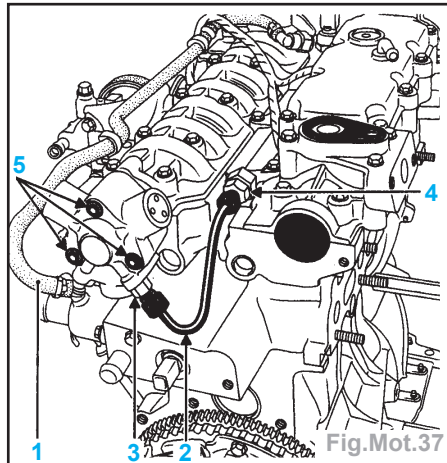

Fig.Mot.37
- Déconnecter le raccord (1) (Fig.Mot.37) basse pression d'arrivée et de retour de carburant. Positionner les bouchons de propreté appropriés.